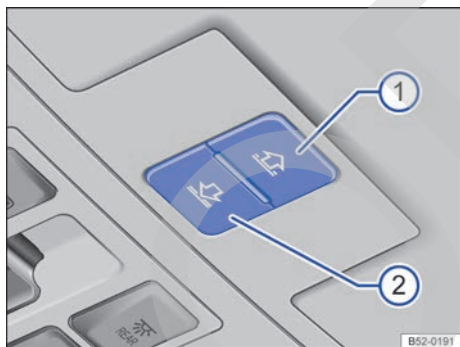

Fig. 128 En el revestimiento interior del techo: teclas para manejar la cortinilla parasol.
Las teclas → **fig. 128** ① y ② tienen dos niveles. Pulsando las teclas hasta el primer nivel se puede abrir o cerrar la cortinilla parasol total o parcialmente.
- Antes de que transcurran aprox. 5 segundos desde la activación de la función antiaprisionamiento, pulse la tecla → **fig. 128** ② hasta que la cortinilla se haya cerrado completamente.